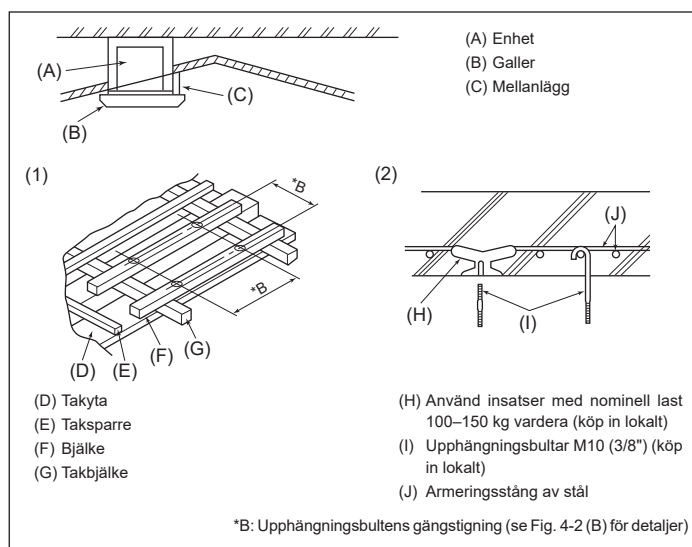

Fig. 4-5
- (A) Rekommenderad form på kanalfläns (Tjocklek: 0,8 eller mer)
- (B) 3 st hål, \varnothing 5
- (C) Detaljritning av friskluftsintag
- (D) Inomhusenhet
- (E) Takyta
- (F) 3 st självgångande skruvhål (Utskuret hål, \varnothing 73,4)
- (G) Utskuret hål, \varnothing 73,4
- (H) Kanalfläns (förberedd lokalt)
- (I) 4 × 10 Självgångande skruv (anskaffas lokalt)
- (J) Isolering
4.5. Struktur för upphängning (förstärkning av upphängningsplatsen) (Fig. 4-5)